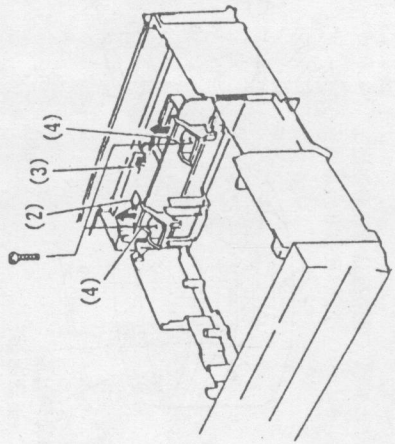

图46
③拆卸调谐器/中频部件,如图46所示;
②解开RF电缆,如图46所示;
③释放1个调谐器/中频部件的挡块上锁;
④释放2个调谐器/中频部件的挡块而拉出调谐器/中频部件。